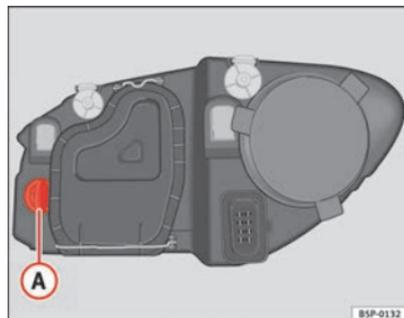

Fig. 165 Lámpara luz intermitente
- Gire el portalámparas ⇒ fig. 165 A a la izquierda y tirar.